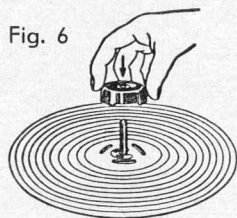

Fig. 6
- 2.21 Introduire l'axe ordinaire (axe court), la pointe vers le bas (Fig. 6).
- 2.21 Colocar el eje de tocadiscos corto, de forma que su parte puntiaguda entre en el buje del plato portadiscos (Fig. 6).
- 2.21 Kurze Spielerachse mit Spitze nach unten einsetzen (Fig. 6).
- 2.21 Insert single-play spindle with pointed end downwards (Fig. 6).